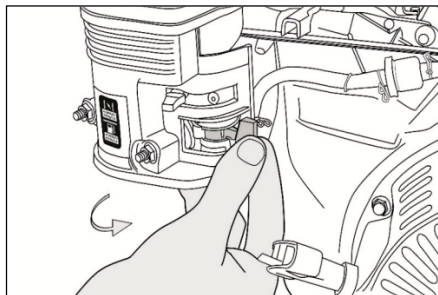

Рис. 22
1. Откройте топливный кран, расположенный под воздушной заслонкой (рис.22).